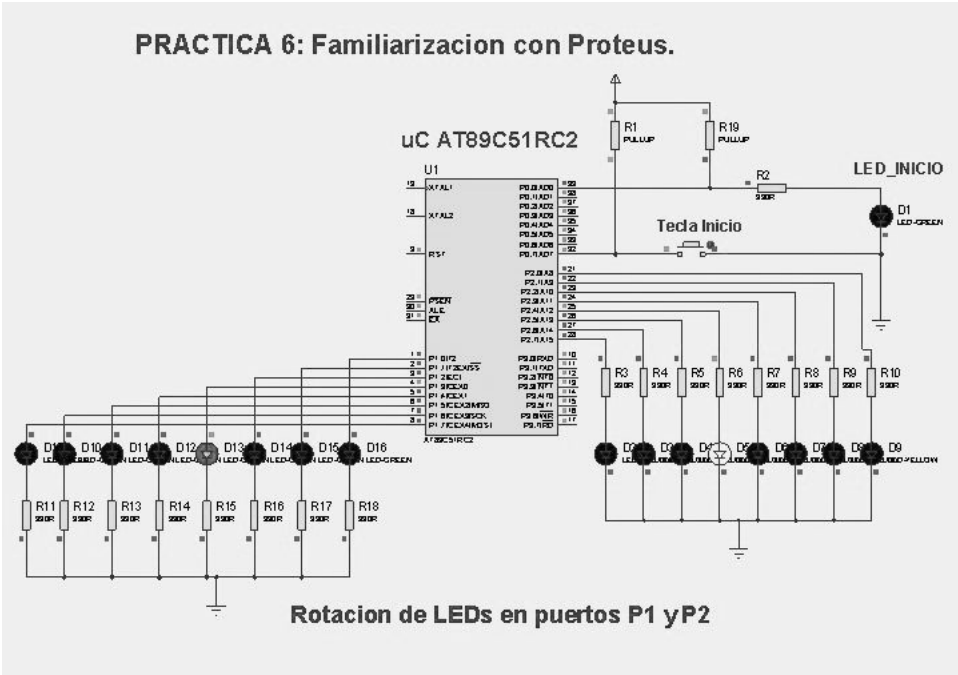

Figura 16.36: Simulación de un sistema digital basado en el MICC AT89C51RC2. Paso 1
1. Construya en proteus el sistema digital detallado en la figura 16.36 .